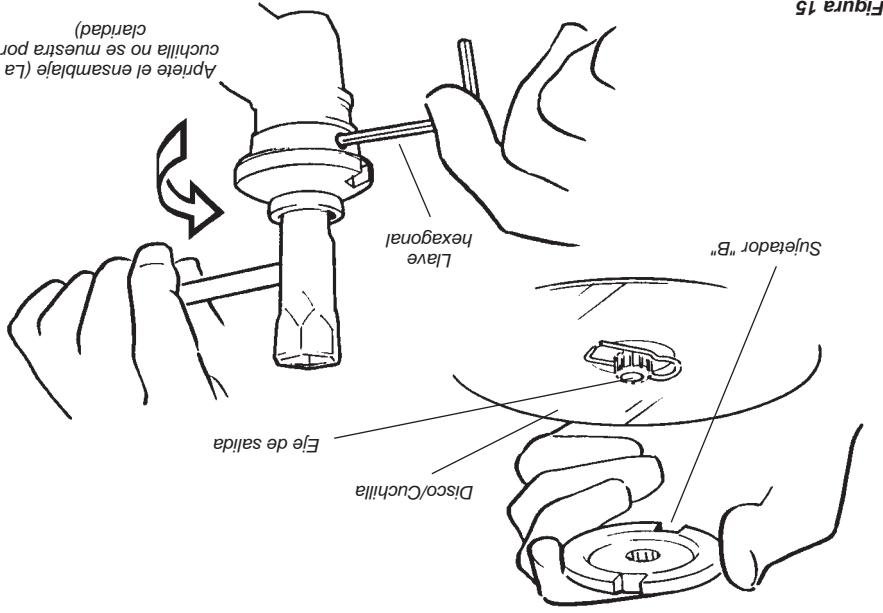

Figura 14
4. Asegure el disco en su lugar centralizado. Consulte la figura 14.